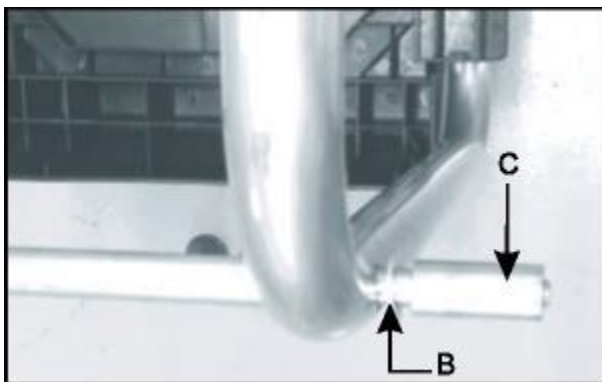

Abb. 1B
1. Setzen Sie die mitgelieferte Unterlegscheibe (B) und die Hülse (C) auf die Radachse. (Abb. 1B)